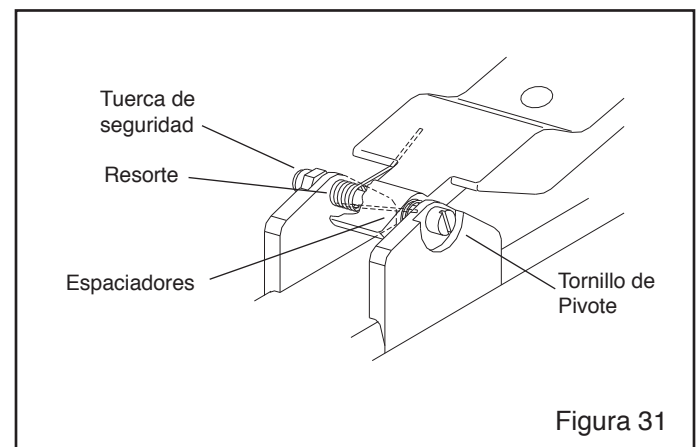

Figura 31
7.8.3 Reemplazo de Lengüeta del mango, Figura 31
7.8.3.1 Retire la tuerca de seguridad del tornillo de pivote, mueva la tuerca de seguridad del tornillo de pivote. Antes de retirar el tornillo, fijese en la posición de los espaciadores y el resorte como se indica en la Figura 31. El extremo doblado del resorte esta contra la lengüeta del mango, mirando hacia arriba. El lado recto esta contra el cuerpo, mirando hacia abajo.